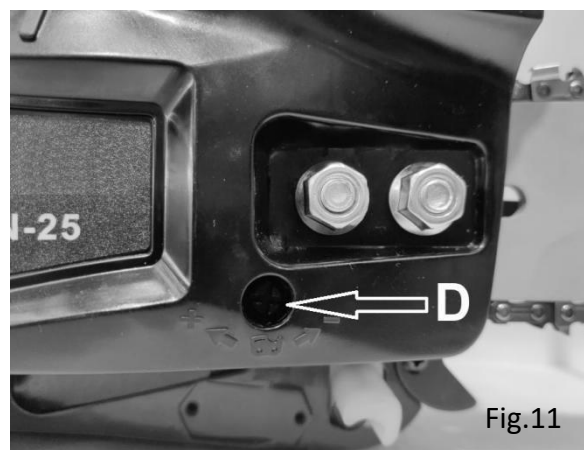

Fig.11
1. Desserrez les écrous (sur le couvercle de protection) et tournez la vis de réglage (D) dans le sens des aiguilles d'une montre pour tendre la chaîne. Tournez la vis de réglage (D) dans le sens antihoraire pour diminuer la tension de la chaîne. Assurez-vous que la chaîne est tout autour de la barre (fig. 11).